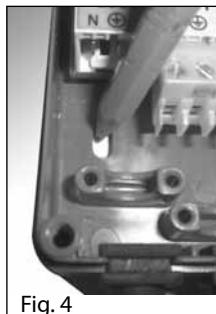

Fig. 4
- fixați punctele de referință pentru poziția celor două dibluri (fig. 4), găuriți zidul și poziționați diblurile.